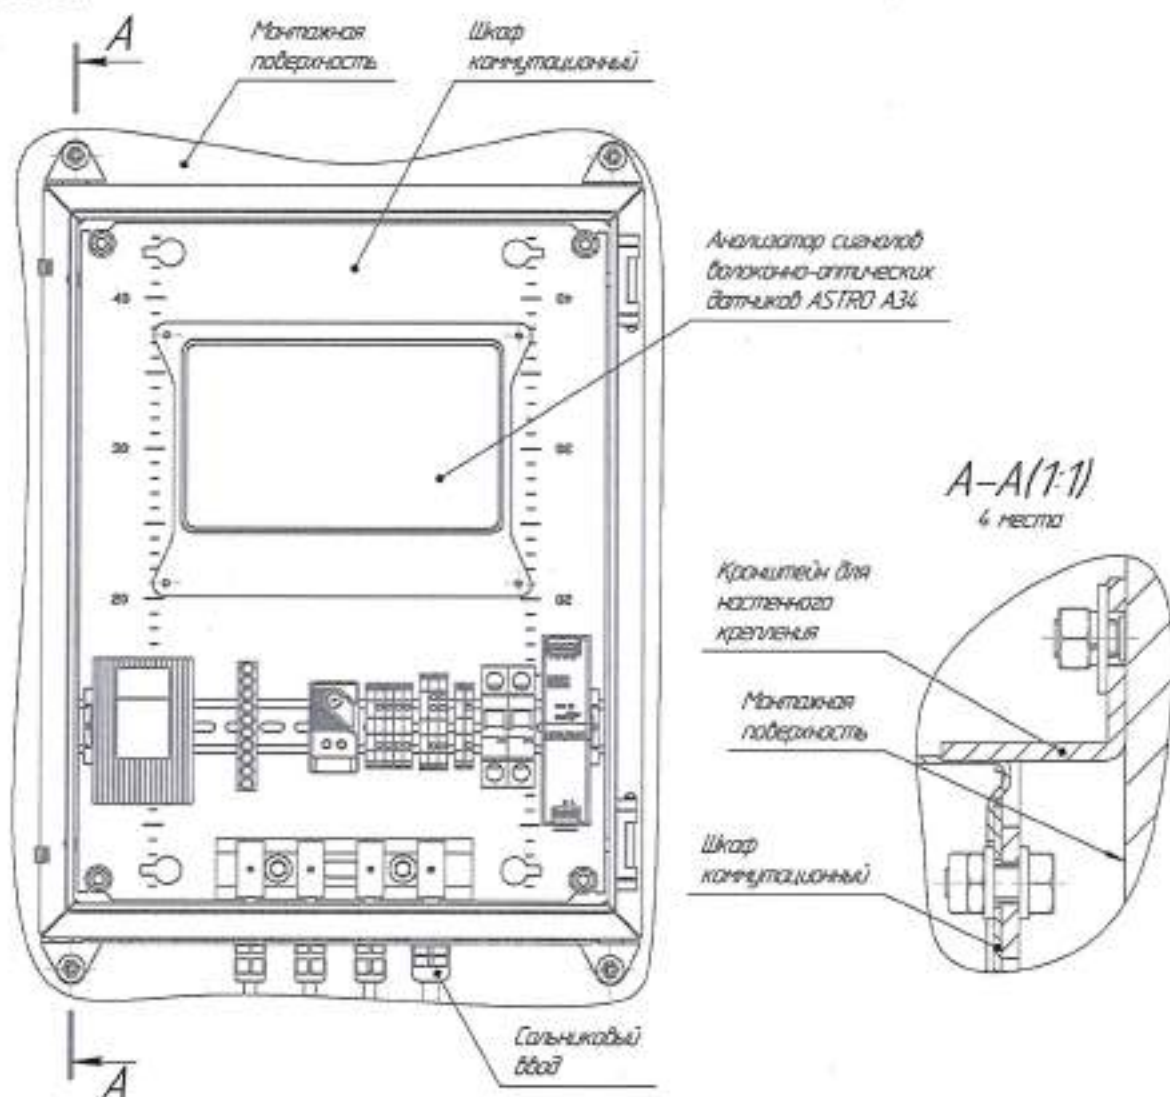

Рисунок 13 – Схема монтажа шкафа коммутационного
– при эксплуатации вторичных преобразователей на улице, анализатор А34 уже поставляется в коммутационном шкафу. В таком случае шкаф монтируется на стену, в шкаф заводятся оптические и электрические кабели через сальниковые вводы, подключение происходит внутри шкафа. Схема монтажа приведена на Рисунок 13.